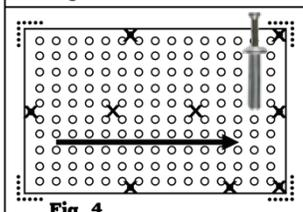

Fig. 4
6. Inserte los pasadores de impulsión en todos los hoyos y martíllelos moviéndolos a través de la baldosa en una sola dirección. (Fig. 4) **NOTA:** Martille el pasador sólo hasta que esté parejo con la cabeza del anclaje. **IMPORTANTE:** ES NECESARIO DEJAR UN ESPACIO DE 1/8" CUANDO SE INSTALEN MÚLTIPLES BALDOSAS LINEARES PARA PERMITIR EXPANSIÓN.